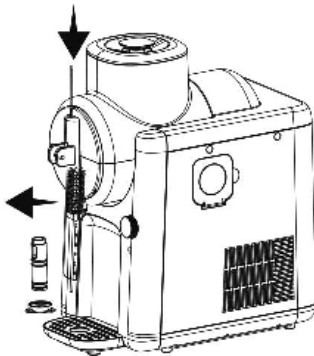

bild 6
5. Vrid blandningsbehållarens framkåpa moturs för att låsa upp den och ta sedan bort den (bild 6).